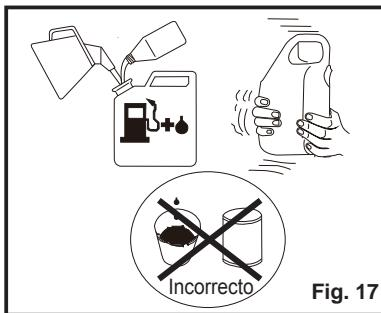

Fig. 17
- Asegúrese de que el combustible esté bien mezclado, agitando el contenedor antes de llenar el tanque de combustible (Fig. 17).